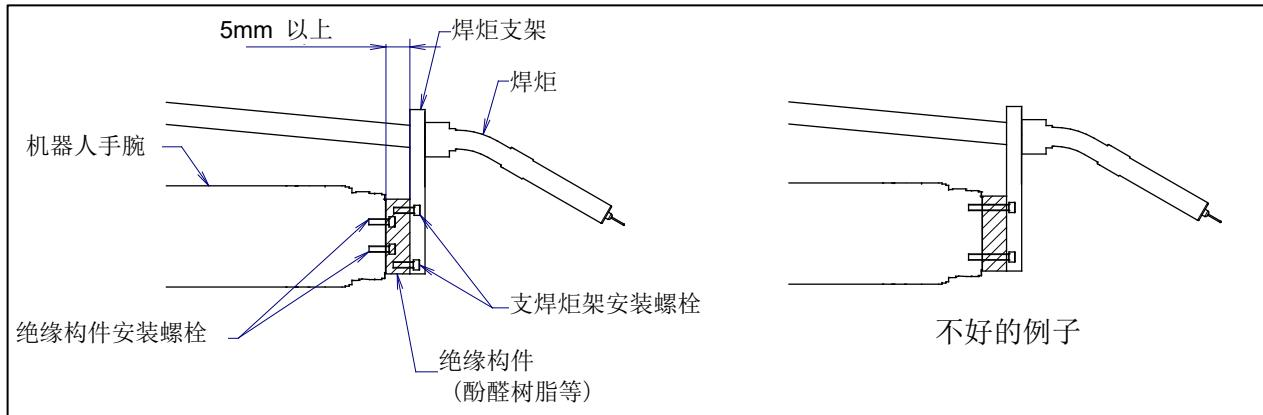

图 D.1 (a) 手腕的□□
- 应在末端执行器安装面进行切实的绝缘设计。对于夹在末端执行器安装面和焊炬支架之间的绝缘构件，焊炬支架与绝缘构件之间的紧固螺栓和绝缘构件与机器人手腕之间的紧固螺栓不能共用，请勿一起紧固。（参照图 D.1 (a)）